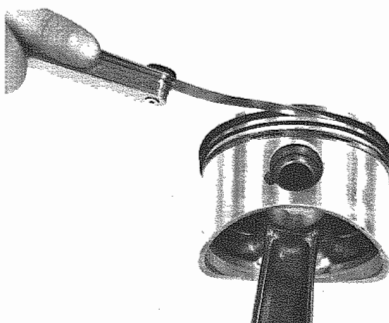

Fig. 108 - Misurare il gioco
- Misurare il gioco sui fianchi dei segmenti montati sul pistone (**Fig. 108**). Sostituire i segmenti se il gioco è superiore al valore max dato (vedi pag. 1-3).
- Check the clearance of ring sides fitted on the piston (**Fig. 108**). Replace the rings if the clearance is over the max indicated value (see page 1-3).